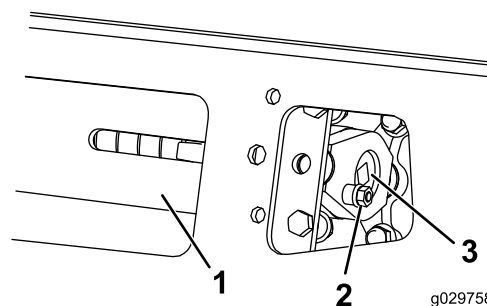
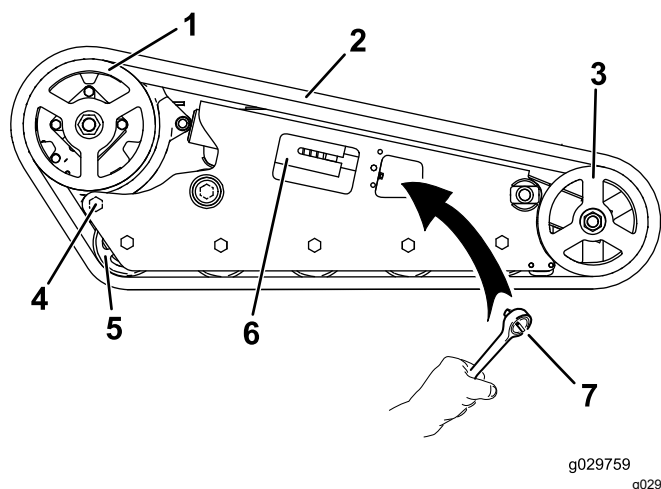

Figure 59
Figure 65
3. Enlevez le boulon de blocage, l'entretoise et l'écrou (Figure 59).
5. Alignez l'encoche la plus proche dans la vis de tension et le trou du boulon de blocage, et fixez la vis avec le boulon et l'écrou de blocage (Figure 59).
4. Enlevez le boulon et l'écrou de blocage (Figure 59).
5. À l'aide d'une clé à cliquet de ½ pouce, tournez la vis de tension dans le sens horaire pour détendre la transmission (Figure 59 et Figure 65).
6. Desserrez le boulon près de la roue d'entraînement (Figure 65).